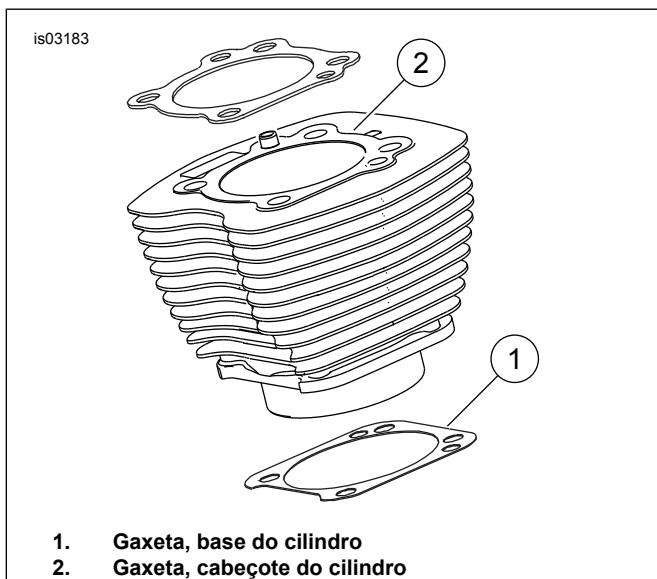

Figura 1. Gaxetas dos cilindros
Veja Figura 1. A gaxeta da base do cilindro de 103,12 mm (4,060 pol.) (1) e a gaxeta do cabeçote do cilindro (2) eliminam a necessidade de anéis de vedação "o-ring". Não use anéis de vedação "o-ring" em pinos de encaixe do cilindro ou em bicos do cilindro.